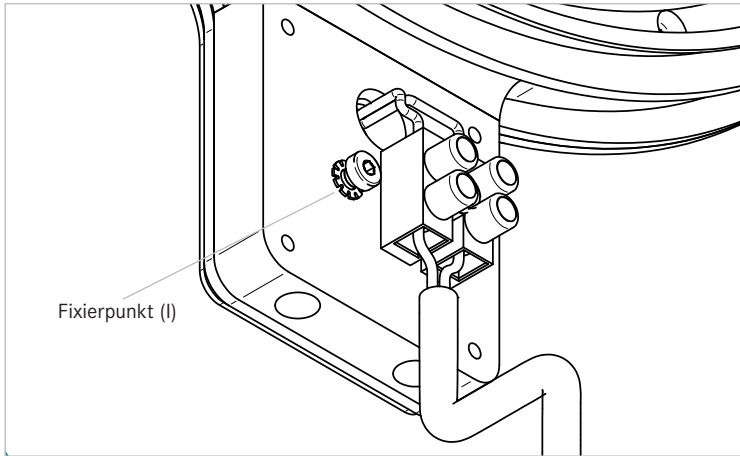

Abbildung 8: Anschluss elektrische Energie SPINVISTA
- Optional können Sie eine Erdungsleitung am Gehäuse befestigen. Versehen Sie hierzu ein Erdungskabel mit einer Ringöse und schrauben Sie anschließend das Erdungskabel mit der entsprechenden Schraube und der Zahnscheibe an dem Fixierungspunkt (I) anschrauben (Abbildung 8).
- Achten Sie darauf, dass die Kabel unterhalb der Abdeckung nicht gequetscht werden. Entsprechend der Ausrichtung des Deckels (Energieversorgung) kann es erforderlich sein, die Position von Erdungsschraube und Lüsterklemme bzw. deren Orientierung zu ändern (Abbildung 8).